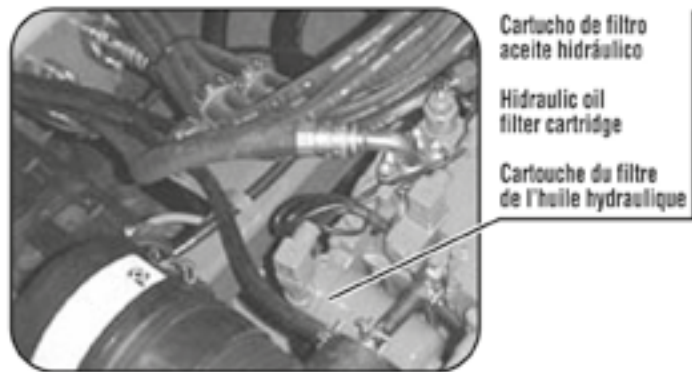

Fig.11
- 5) Replace the hydraulic oil filter cartridge is fixed at the left lateral side of the hydraulic pump (Fig.11). Release the cartridge, clean the surface of the seat of the support of the cartridge and grease it with clean oil. Put the new cartridge, tightening it strongly with the hand
- 5) Substituer la cartouche du filtre de l'huile hydraulique. La cartouche est placée dans la partie latérale gauche de la pompe hydraulique (Fig.11). lâcher la cartouche nettoyer le biseau du support et lubrifier avec de l'huile propre. Monter la nouvelle cartouche en pressant fortement avec la main.
- 5) Sustituir el cartucho del filtro del motor hidráulico, siguiendo las indicaciones anteriores de este manual (Fig. 11).